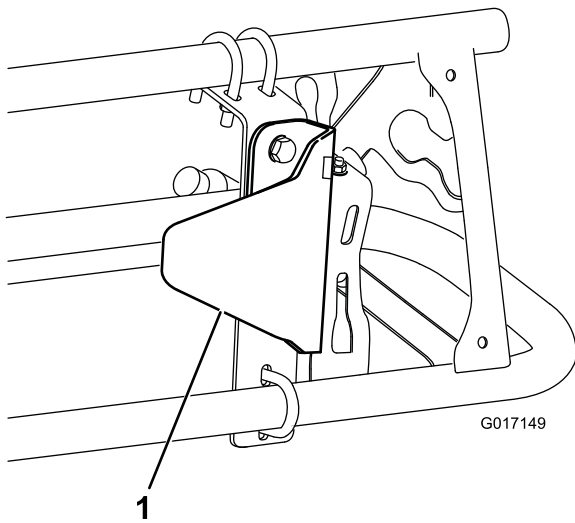

Bild 7
2. Befestigen Sie die Sensorschutzvorrichtungshalterung mit zwei Schrauben (5/16" x 3/4") und zwei Bundmuttern (5/16") an der Befestigungshalterung, wie in Bild 7 dargestellt.